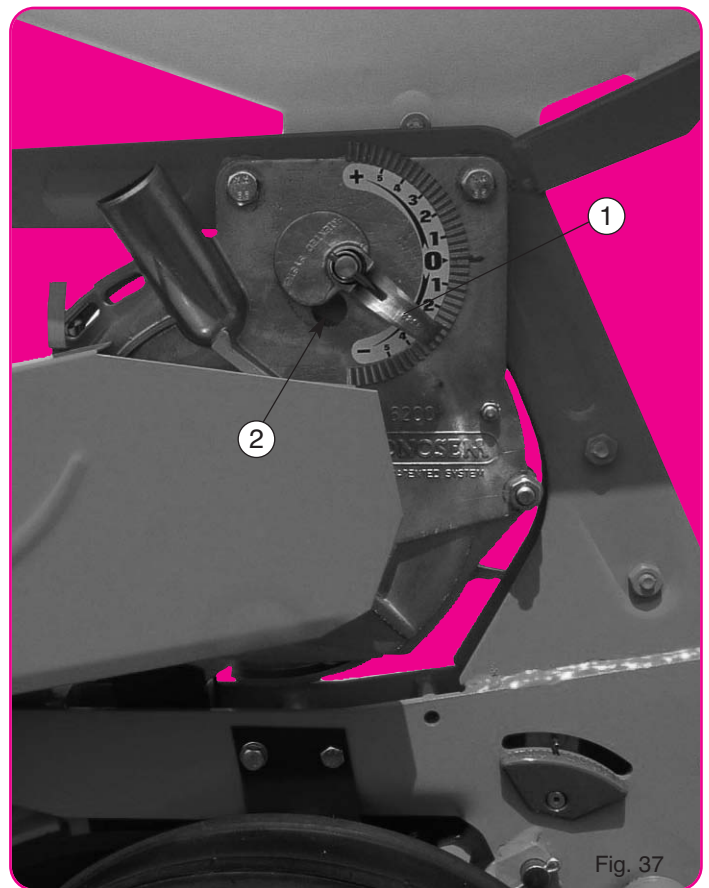

Fig. 37
L'index ① descendu vers le - (fig. 37) rapproche la plaque des trous, réduit l'aspiration (en ouvrant la prise d'air ②) ce qui provoque une tendance aux manques. Une fenêtre de contrôle sur le couvercle permet de s'assurer des résultats.
**Positions conseillés pour l'index ①**
Wenn der Wahlhebel ① auf - (Abb. 37) gestellt wird, verkleinert der Abstreifer die Löcher in der Säscheibe. Gleichzeitig wird die Saugleistung (das Lüftungsloch wird geöffnet) verringert ②. Bei dieser Einstellung können Fehlbelegungen vorkommen. Im Sägehäusedeckel ist ein Fenster, durch das Sie die richtige Einstellung beobachten können.
**Empfohlene Einstellungen des Verstellhebels ①**
When the indicator ① is positioned to - (fig. 37), it lowers the scraper over the holes, reducing the degree of suction (opening the size of the hole ②). This may cause skipping. A control window in the cover allows you to check the results.
**Recommended setting for indicator ①**